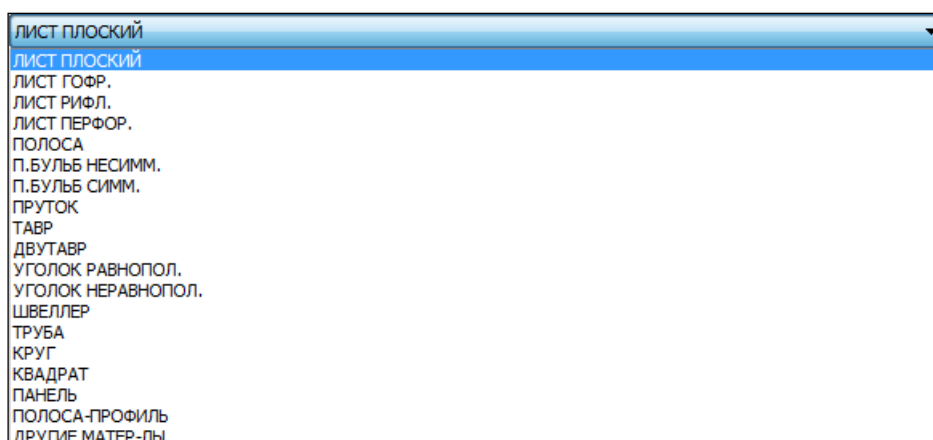

Рисунок 26. Раскрывающийся список **Вид материала**
Содержание списка **Материалы заказа** зависит от того, какой элемент выбран в списке **Вид материала** (рис. 26).
Реквизит **Номер профиля (11)** и все реквизиты области **Параметры профиля** используются только в профильных материалах (к ним отнесены все виды материалов, кроме **ЛИСТ ПЛОСКИЙ**, **ЛИСТ ГОФР.**, **ЛИСТ РИФЛ.**, **ЛИСТ ПЕРФОР.**, **ПОЛОСА**, **ДРУГИЕ МАТЕР-ЛЫ**, см. рис. 26). Параметры **P1—P4** относятся к параметрам геометрии сечения профиля (радиусы скругления, угол наклона и т. д.). Их смысл зависит от вида материала. Параметры **H1** и **H2** задают нижнюю и верхнюю границу, используемую в расчете инверсных линий для гибки.